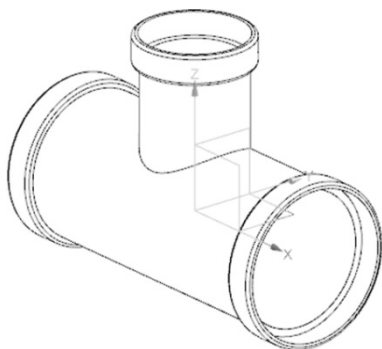
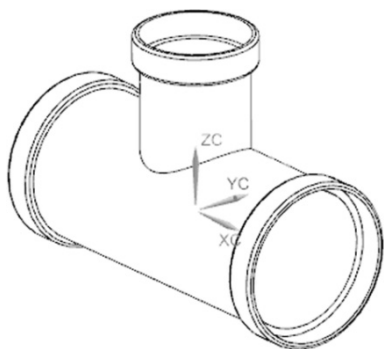

图 6-1 零件图
图 6-2 显示动态坐标系
(1) 启动 NX 10.0, 打开 santong.prt 零件图, 如图 6-1 所示。
(2) 单击横向菜单栏的“应用模块”选项卡, 再单击“注塑模”按钮, 在横向菜单栏中添加“注塑模向导”选项卡。
(3) 单击“初始化项目”按钮, 在【初始化项目】对话框中把“收缩”设为 1.005, 完成设置“初始化项目”。
(4) 单击“W”键, 显示动态坐标系, 如图 6-2 所示。